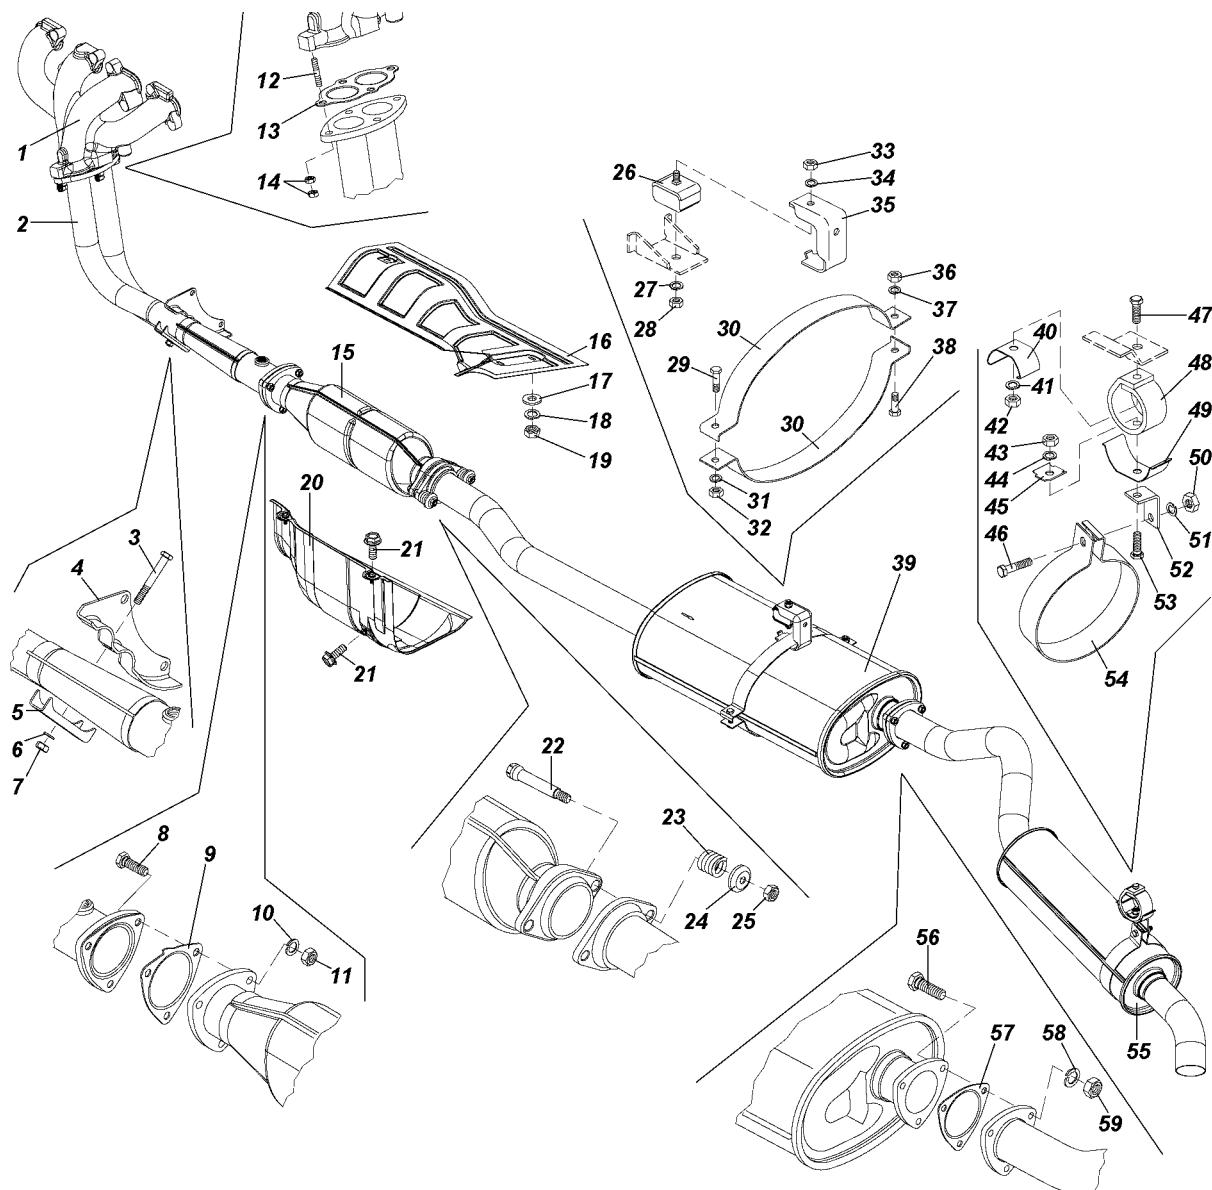

Рис. 4.13. Система выпуска газов:
**Система выпуска газов** показана на рис. 4.13.